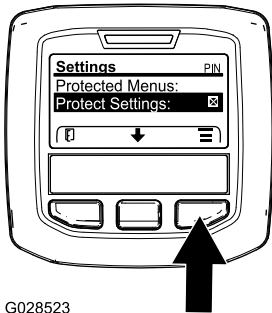

Figure 9
1. Depuis le MENU PRINCIPAL, utilisez le bouton central pour naviguer jusqu'au MENU RÉGLAGES et appuyez sur le bouton droit (Figure 9).